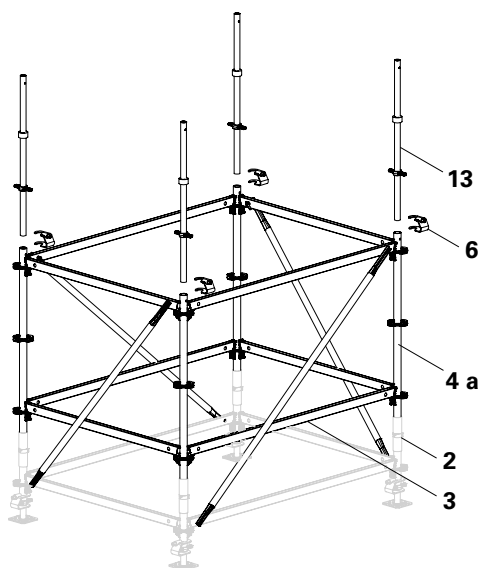

Fig. B1.01
3. Collegare il montante di testa con correnti orizzontali (3).
4. Installare i diagonali verticali (5).
5. Inserire l'albero filettato UJK (13) con la ghiera di regolazione da sotto sui montanti di testa (4a), regolare l'altezza e fissare con i dispositivi di sicurezza per piastra di base (6). (Fig. B1.01)